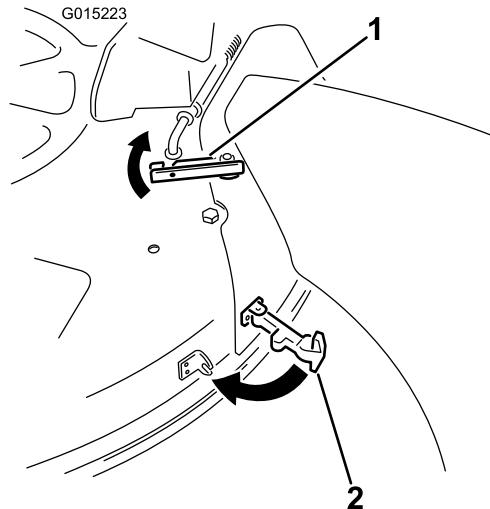

Figure 22
7. En haut de la goulotte, accrochez le verrou supérieur à la tige de pivot de l'ensemble déflecteur, comme montré à la Figure 22.
| 8. Fixez la goulotte au plateau de coupe en accrochant le loquet à poignée flexible à la gâche soudée sur le plateau de coupe (Figure 22). | |